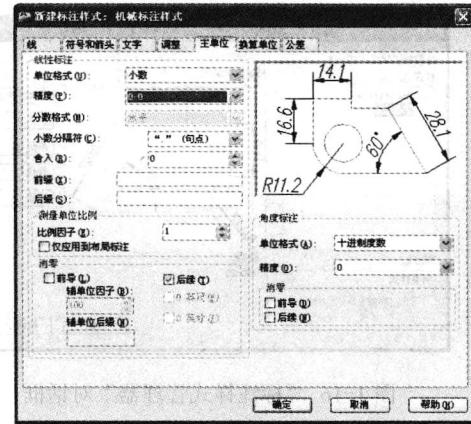

图 1-21 设置“主单位”选项卡
6. 打开“主单位”选项卡，在“线性标注”选项栏的“精度”下拉列表中选择“0.0”，使线性尺寸精确到小数点后一位。其他选项保留默认设置，如图 1-21 所示。